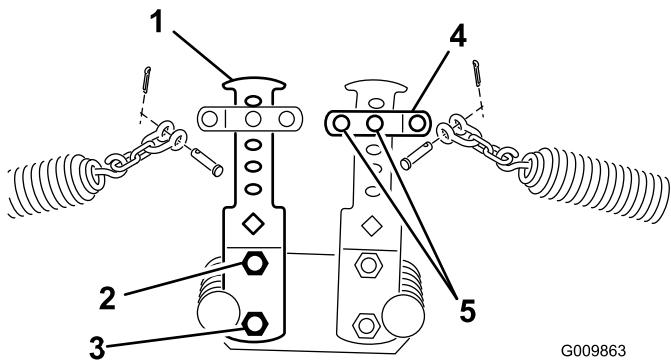
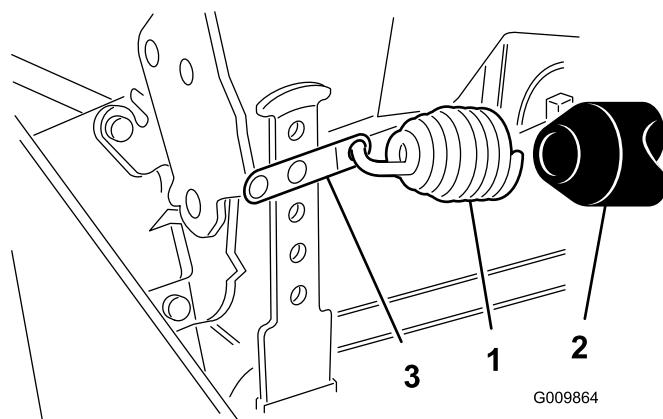

Figura 15
Figura 16
4. Fixe a outra extremidade da mola no furo adequado (ver abaixo) nos braços de contrapeso dianteiro e traseiro (Figura 15 e Figura 16) com o aro de mola com a corrente, manilha, pino de segurança e contrapeso.
5. Fixe a outra extremidade da mola ao segundo furo a contar de cima com o aro de mola com a corrente, manilha, pino de segurança e contrapeso (Figura 15).
6. Nos braços de contrapeso traseiros, instale a cobertura de vinil por cima da mola antes de prender a outra extremidade da mola ao aro de mola no segundo furo a contar de cima (Figura 16).
8. Fixe a parte inferior do braço de contrapeso à estrutura com o parafuso e a porta anteriormente retirados. Aperte o parafuso superior (Figura 15).